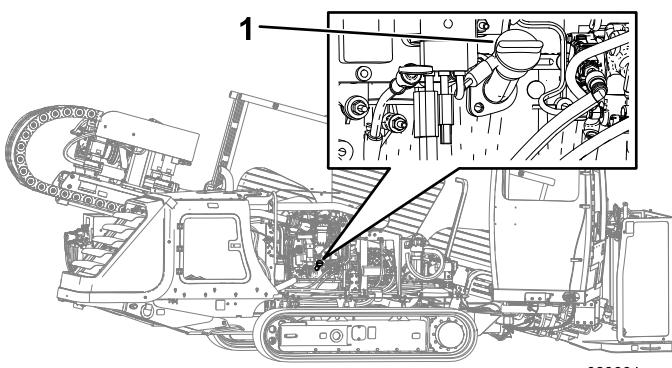

Bild 89
- A. Nehmen Sie den Fülldeckel (**Bild 89**) ab und füllen Sie Öl ein, bis der Höchststand erreicht ist. **Füllen Sie nicht zu viel ein.**